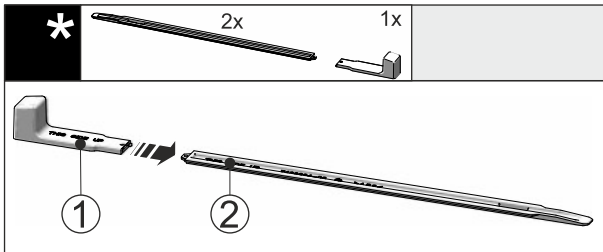

Fig. 47
► Inserire l'impugnatura di montaggio Fig. 47 (1) sulla guida di livellamento Fig. 47 (2).